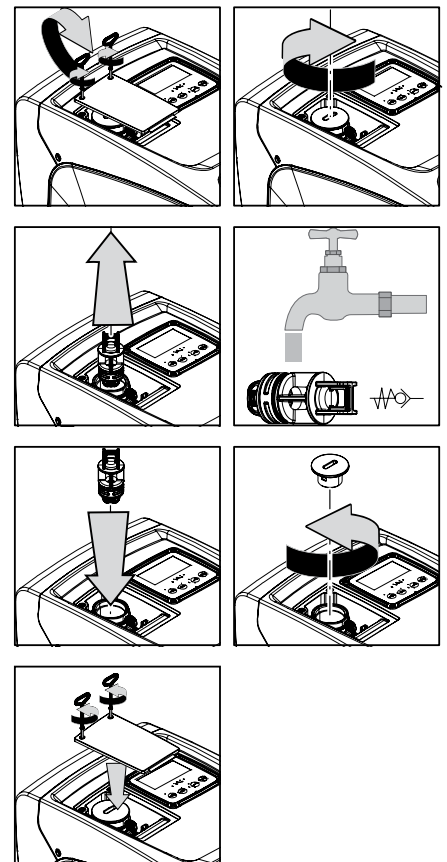

Fig. 22
1. ta bort luckan till utrymmet för extra underhåll (Fig. 1, sida F) genom att lossa de två låsskruvarna med det medföljande verktyget. Ta inte bort skruvarna helt utan använd dem för att dra ut luckan. Tappa inte skruvarna in i systemet när de har tagits bort från luckan (Fig.22);
2. använd en skruvmejsel och ta bort 1"1/4 pluggen för att komma åt backventilen (Fig.22);
3. använd en tång och dra, utan att vrida, ut backventilens patron genom att gripa om byglingen som är specifikt avsedd för detta (Fig. 22). Du kan behöva ta i lite grann;
5. för åter in patronen på sin plats. De två O-ringarna behöver tryckas samman vid införandet (Fig.22);
6. dra åt 1"1/4 pluggen helt. Pluggen hjälper till att föra in patronen om den ännu inte är helt införd (Fig.22);
7. sätt tillbaka luckan och dra åt de två skruvarna (Fig.22).